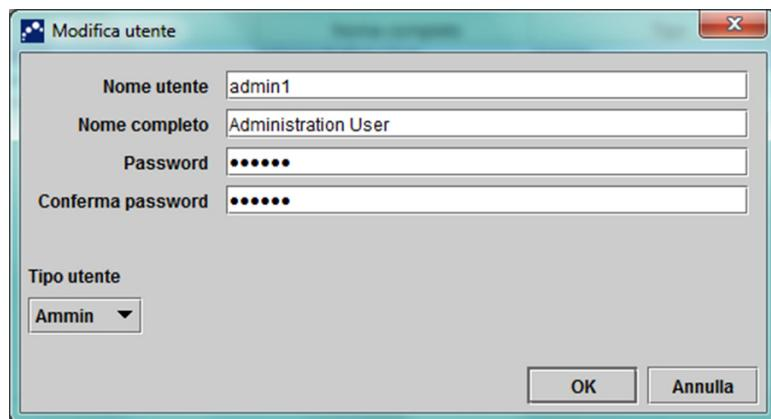

Figura 2-73. Finestra di dialogo Modifica utente
- Fare clic su **Modifica**. Verrà visualizzata la finestra di dialogo Modifica utente. Vedere la Figura 2-73.